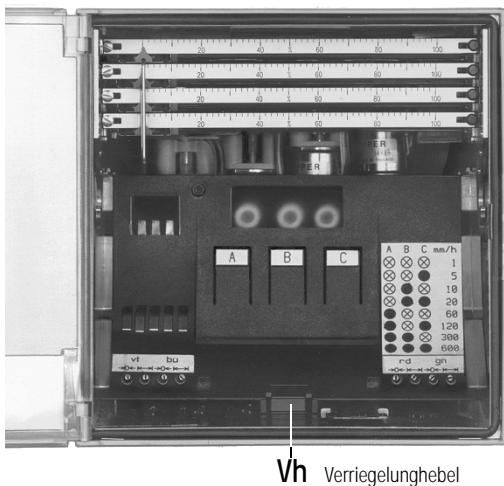
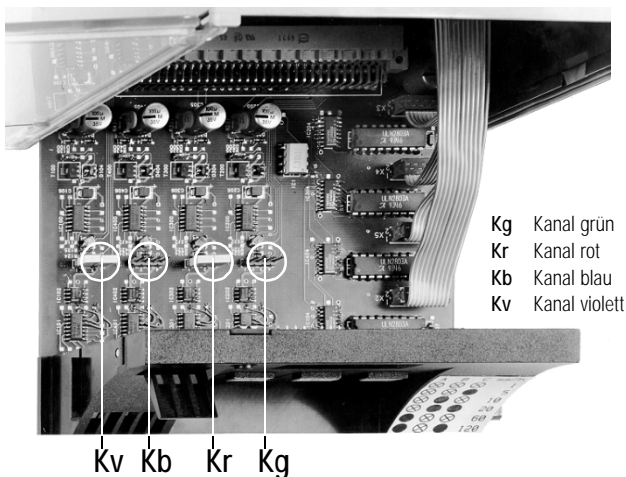

Bild 14
Bild 15 Elektronikeinheit vorgezogen
(siehe Bild 14 und Bild 15)
3. Verriegelungshebel Vh anheben (siehe Bild 14) und gleichzeitig Baugruppe vorziehen.
4. Elektronikeinheit soweit vorziehen, bis die Steckbrücken bequem zugänglich sind (siehe Bild 15).